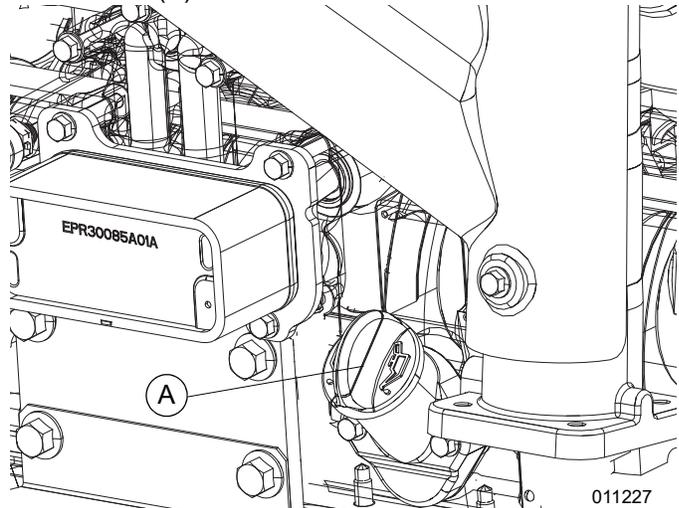

Figura 5-7. Ubicación del drenaje del aceite
6. Consulte la Figura 5-7. Extraiga lentamente la varilla (A).